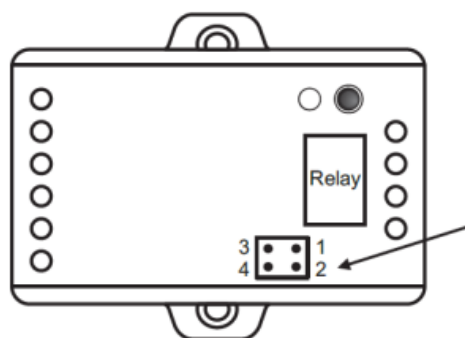

Figura 4
- 3) All'interno troverete dei contatti indicati dalla freccia (Figura 4), di default sono presenti due coperchietti uno tra il contatto 1 e 2 e il secondo tra il 3 e 4. In questa configurazione al riconoscimento dell'utente viene erogata una tensione di 12V.